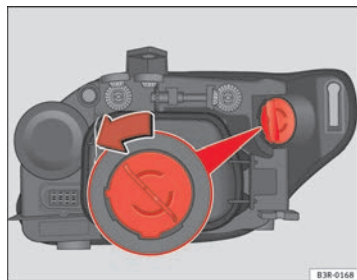

Abb. 191 Glühlampe für Blinker
- Drehen Sie den Lampenträger gegen den Uhrzeigersinn und ziehen Sie ihn ⇒ Abb. 191 mit der Glühlampe heraus.